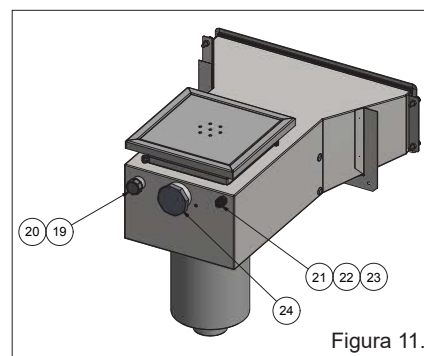

Figura 11.
4. Antes del moldeo; enmascare las bridas expuestas del desagüe de desbordamiento y las aberturas para evitar manchas feas por salpicaduras de hormigón. Las aberturas en el borde trasero del desagüe de desbordamiento para el monitor de nivel, las extensiones y el rellenado se pueden tapar con los tapones incluidos, consulte la figura 11.